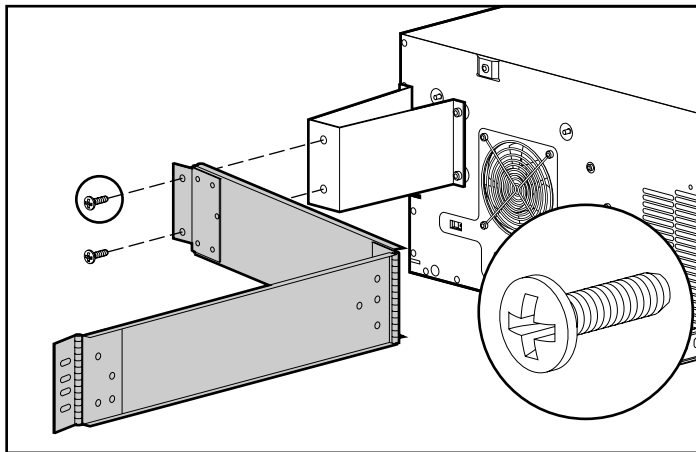

Figura 3-14: Braccio di supporto dei cavi fissato alla relativa staffa
1. Dopo aver installato il contenitore 5U nel rack, fissare un'estremità del braccio di supporto dei cavi alla relativa staffa utilizzando un cacciavite Phillips n. 3 e due viti Phillips M6 x 1.0-12L. Allineare il braccio alla staffa come indicato nella Figura 3-14.